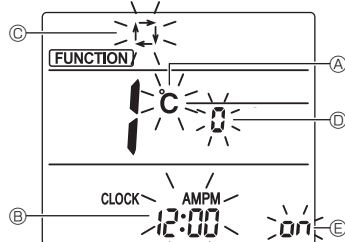

Fig. 6-10
3. Vérifiez que la fonction n° "1" est affichée puis appuyez sur la touche [SET] ③. L'écran de réglage de l'affichage s'affiche. (Fig. 6-10)